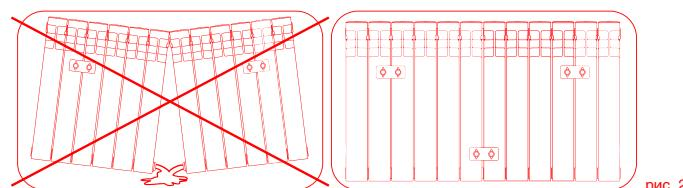

рис. 2
3. Монтаж радиаторов на стену (рис. 2)